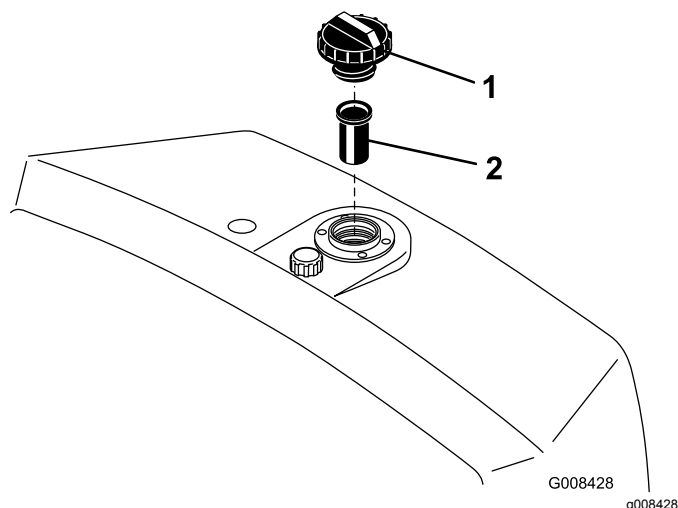

Bild 26
- Entfernen Sie den Deckel vom Behälter und prüfen Sie den Ölstand. Der Ölstand sollte unten am Einfüllstutzen liegen (Bild 26).